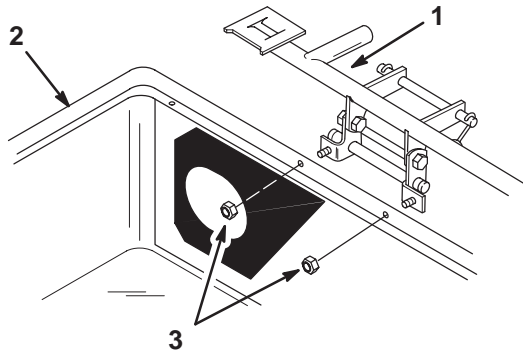

Bild 5
1. Befestigen Sie den Rahmen mit 2 Sicherungsmuttern (1/4 Zoll) an der Abdeckung des Heckfangsystems (Bild 5).